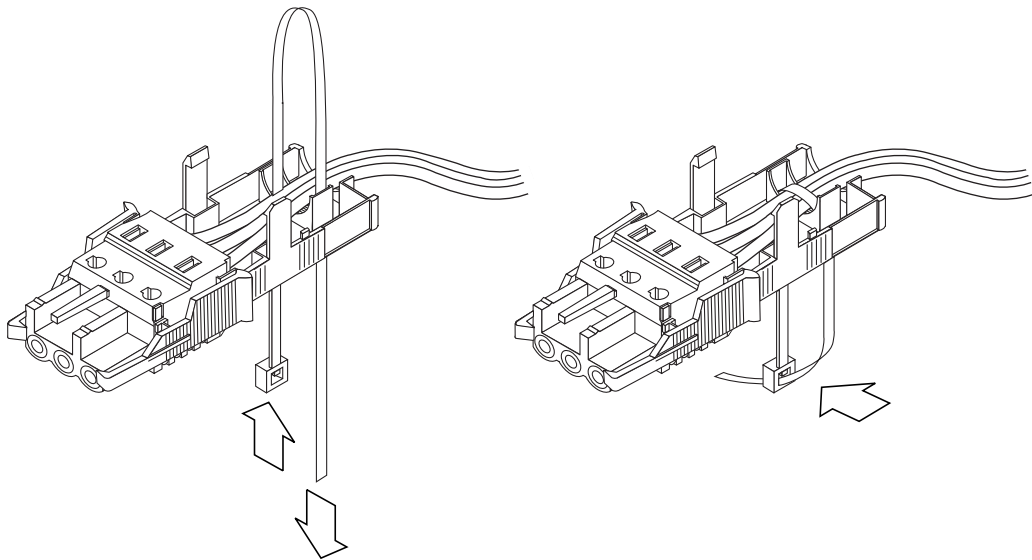

BILD 5-8 Fästa ledningarna i hållaren
4. Dra buntbandet över ledningarna och tillbaka ut ur kontakthållaren och dra åt buntbandet så att ledningarna sitter säkert i hållaren (BILD 5-8).